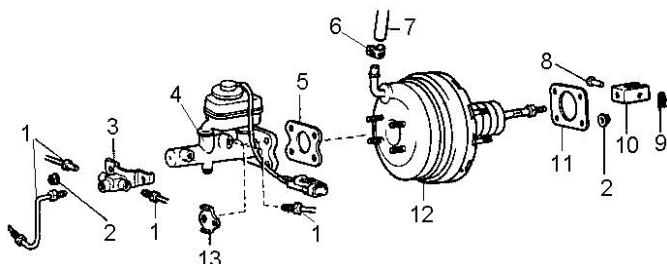
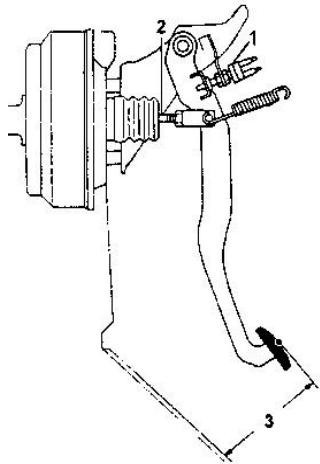

Рис. 4-1.
Рис. 4-2. Схема проверки хода педали тормоза
Регулировка осуществляется перемещением выключателя, для этого отсоедините от выключателя подходящий к нему жгут проводов, отпустите контргайку. Вращая корпус выключателя 1 (рис. 4-2.), переместите его в нужную сторону. Затяните контргайку и подсоедините жгут проводов. Проверьте правильность работы стоп-сигналов. При отпущеной педали тормоза они не должны гореть, а включаться должны при нажатии на педаль на 10...15 мм.
Измерьте полный ход педали тормоза «3» см. рис. 4-2. Он должен составлять 145...155 мм. Полный ход педали тормоза измеряется при отсоединенном от вакуумного усилителя главном тормозном цилиндре или отсоединенных от главного тормозного цилиндра тормозных трубках. В противном случае полный ход педали замерить невозможно. Регулировка полного хода педали тормоза осуществляется изменением длины толкателя 2 вакуумного усилителя. Перед началом регулировки обязательно снимите выключатель сигнала торможения 1 (порядок работы с ним см. ниже), иначе, поднимая педаль его можно поломать. Ослабьте контргайку 2 (рис. 4-1.), отсоедините палец 8. Приподнимите педаль и, вращая вилку 10 толкателя, установите нужное положение педали. Вставьте на место палец 8 и затяните контргайку 2. Установите на место и отрегулируйте выключатель сигнала торможения.
Снятие и установка. Чтобы снять кронштейн педали (рис. 4-2.):
- снимите палец 8 (рис. 4-1.), а затем отсоедините от педали вилку 10;
Сборку проводите в обратном порядке. При сборке смажьте консистентной смазкой Литол-24 ось педали тормоза 6, втулки 7, концы пружины 2, палец 8 (рис. 4-1.), места соединения вилки 10 с педалью.